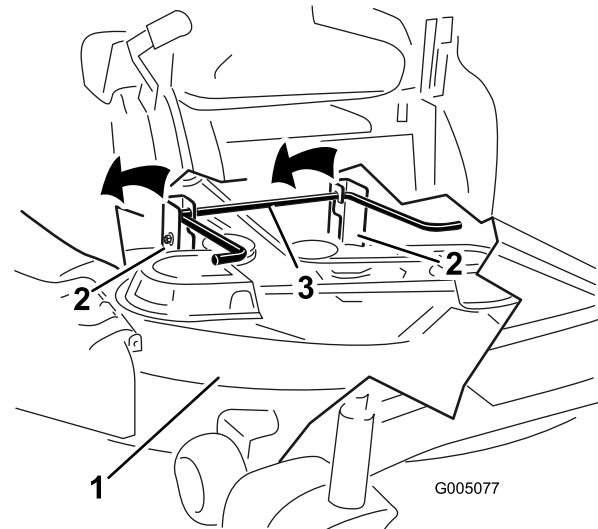

Figura 72
1. Muelles de elevación de la carcasa (2)
7. Eleve la carcasa de corte y separe ésta y las pletinas de suspensión de la varilla de elevación trasera; luego baje el cortacésped con cuidado al suelo (Figura 72).
5. Eleve la parte trasera de la carcasa de corte y coloque los soportes sobre la varilla de elevación trasera (Figura 72).